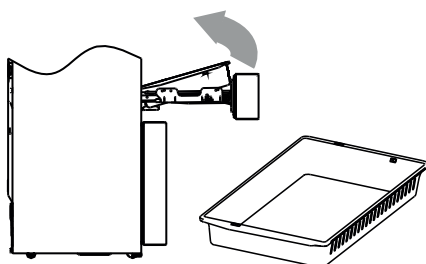

Figura 4
2) Levante el extremo próximo de la bandeja agarrándola por ambos lados, uno con cada mano. Consulte la Figura 4.